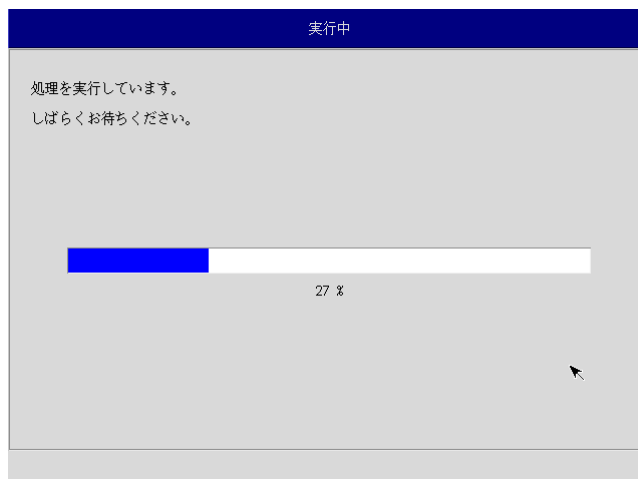

図 5-2-8. 実行中画面
- ⑬ 実行中画面（図 5-2-8）が表示され、処理が開始されます。実行中はリカバリ USB メモリ、保存メディアを外さないでください。また、電源を落とさないようにしてください。